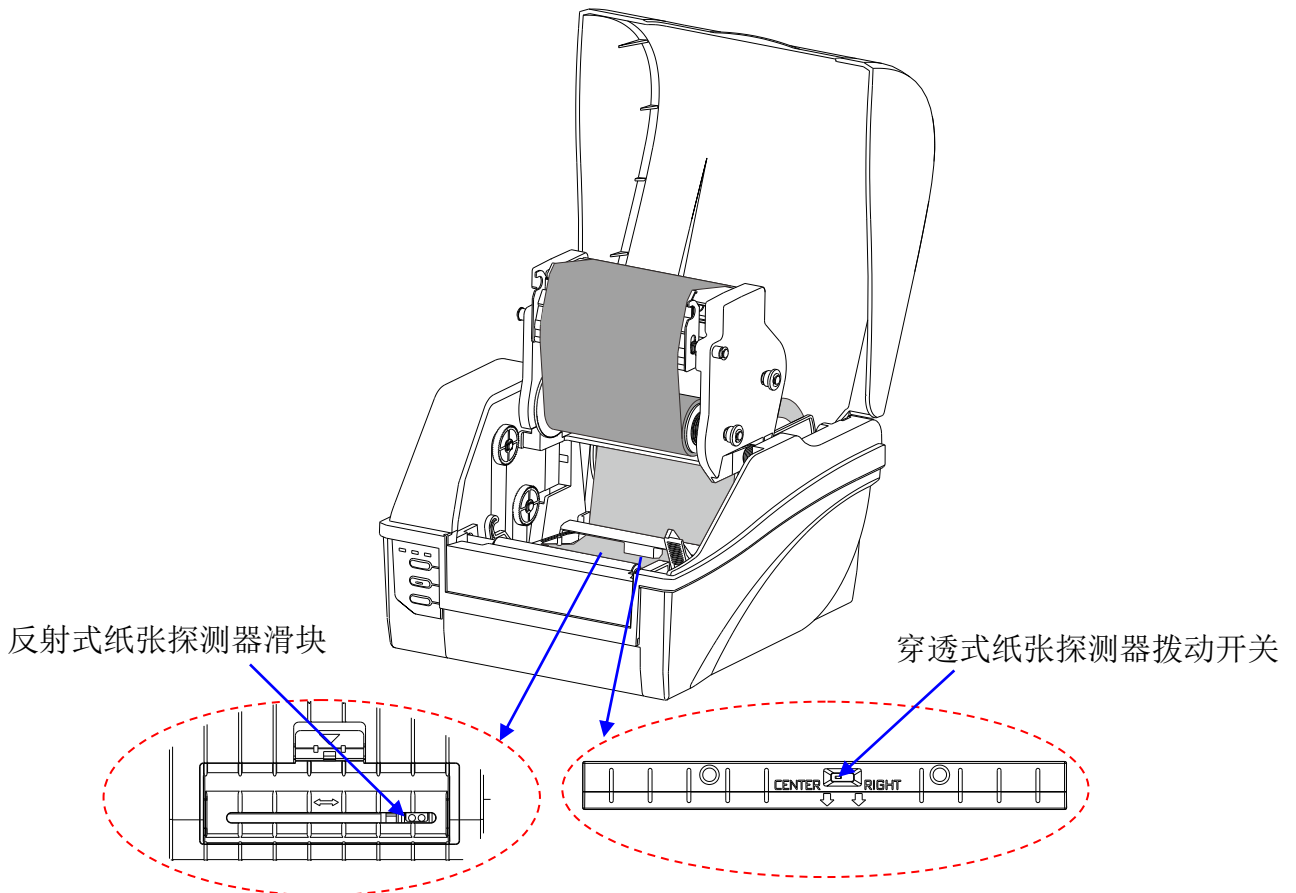

图 2-14
4. 调整纸张探测器。对于反射式纸张探测器，打开纸张探测器盖后，您可以通过移动纸张探测器滑块，调节纸张探测器到合适位置；对于穿透式纸张探测器，您可以通过拨动纸张探测器上的开关，选择居中或者偏右探测，偏右位置与居中位置之间的距离为8mm。如图 2-14 所示。（关于如何切换纸张探测方式，请参考 2.3.4 后面板 DIP 开关）